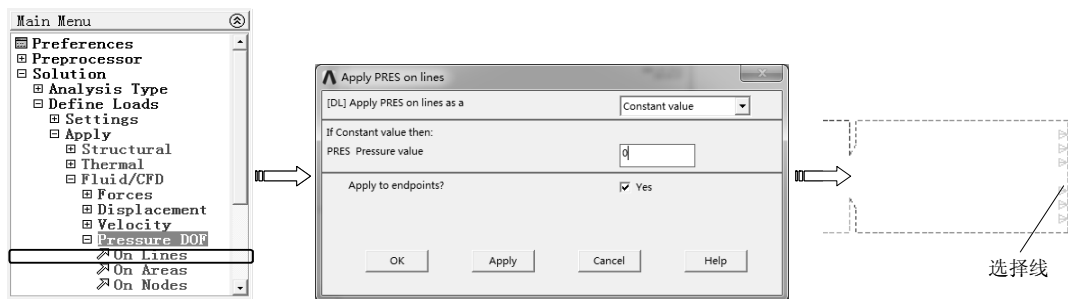

图 10-30 施加出口压力
3) 选择“Main Menu>Solution>Define Loads>Apply>Fluid/CFD>Pressure DOF>On Lines”命令，弹出实体选取对话框，选择右端竖直线后，单击“OK”按钮，弹出“Apply PRES on lines”对话框，在“Pressure value”文本框中输入数值 0，单击“OK”按钮完成约束，如图 10-30 所示。